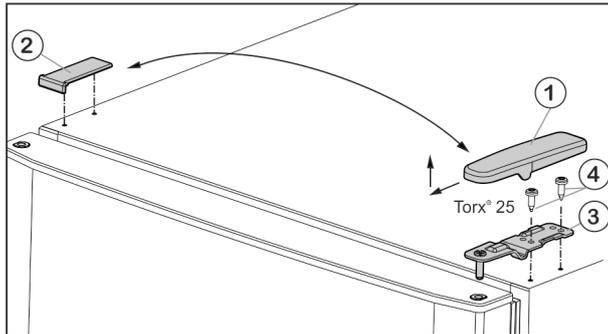

Fig. 6
- Retirer le cache Fig. 6 (1) par l'avant et le haut.
- Soulever le cache Fig. 6 (2).
- Dévisser le support de palier supérieur Fig. 6 (3) (2 fois Torx® 25) Fig. 6 (4) et le retirer par le haut.
- Placer le support de palier supérieur Fig. 6 (3) sur le nouveau côté de la charnière et dans la porte.
- Revisser le support de palier (**en appliquant un couple de 4 Nm**) (2 Torx® 25) Fig. 6 (4). Utiliser au besoin une visseuse sans fil.
- ▶ Replacer le cache Fig. 6 (1) du côté opposé par l'extérieur et l'enclencher.
- ▶ Replacer le cache Fig. 6 (2) du côté opposé par le haut et l'enclencher.